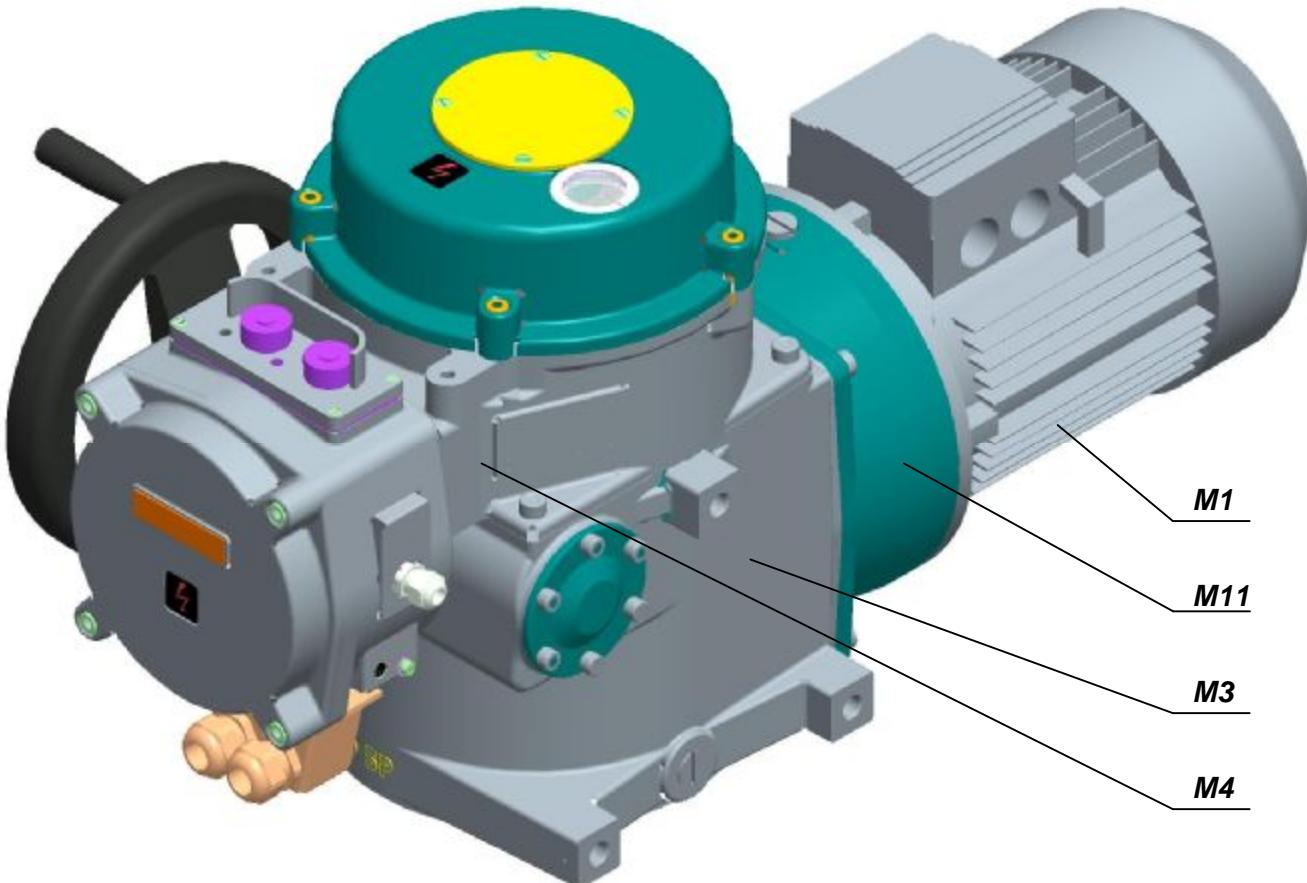
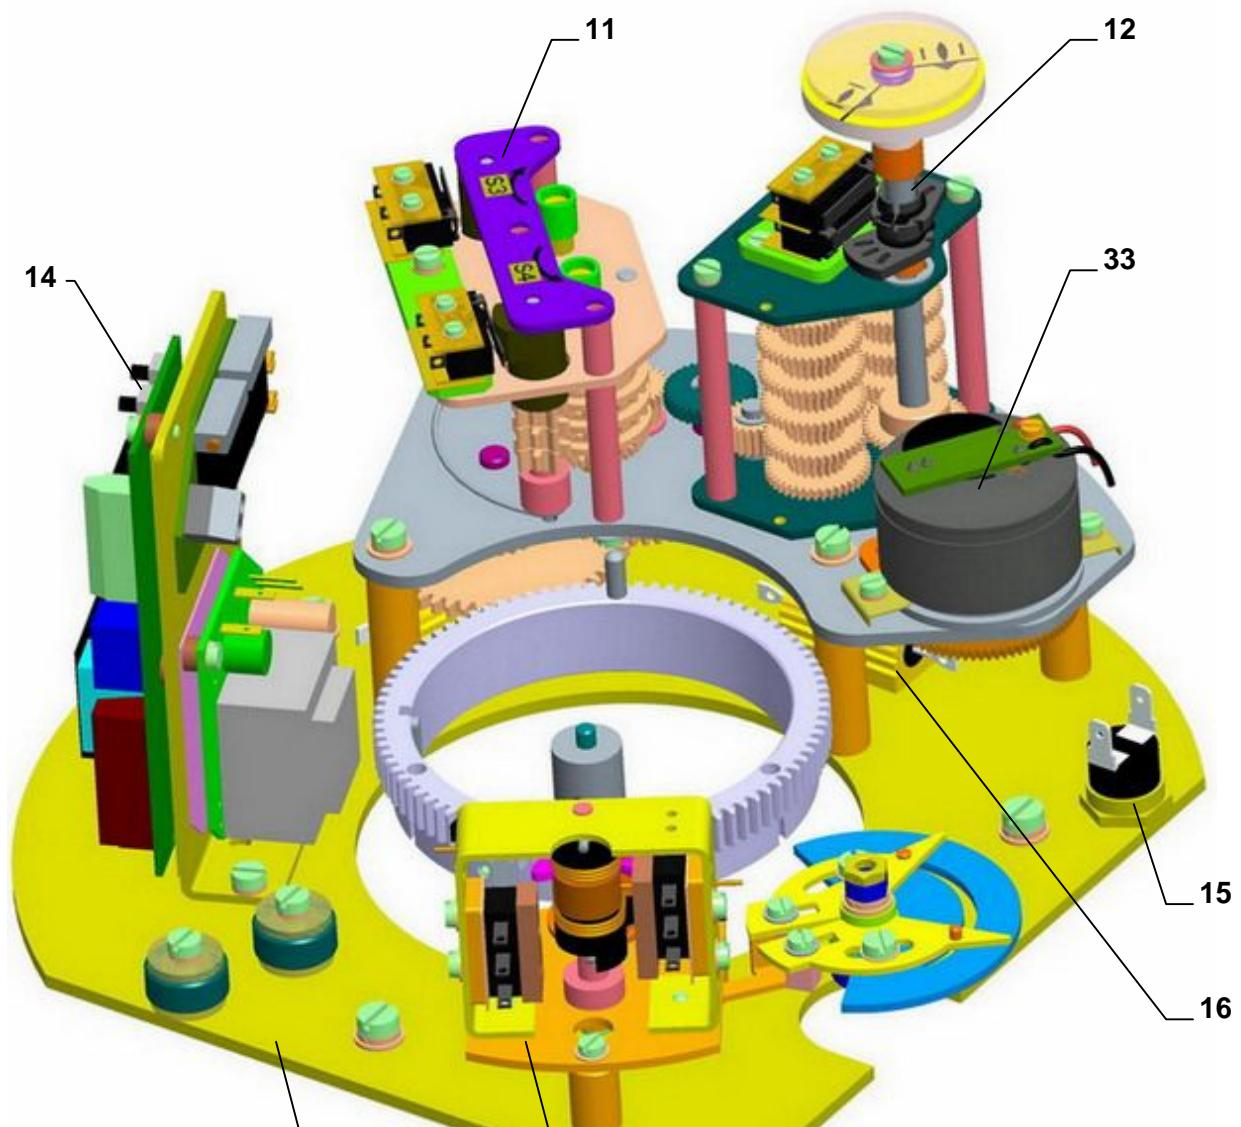

Рис. 1
Рис.3
Приборы МО имеют компактную конструкцию с некоторыми присоединенными модулями. Приборы состоят из двух своими функциями отличающимися главных частей (рис.1):
Система размещена в корпусе (22). Приводы размещены центрально на выходном вале (24) и представляют собой самостоятельную монтажную единицу. Шестерня электродвигателя переносит крутящий момент на коническое зубчатое колесо (34), которое вместе с сателлитами (35) и жестким корончатым колесом - венцом (32), с внутренним зацеплением, создает планетарный редуктор. Поводок планетарного редуктора обеспечивает передачу крутящего момента на выходной вал (24). В верхней части размещен шнек (23) для снимания момента и ручного управления, которое применяется для перестановки управляемого устройства при отключении электрического тока. Перестановка осуществляется при помощи колеса ручного управления (25). Шнек подпрессорен, и сила, вызванная крутящим моментом выходного вала, перемещает шнек в направлении оси против силы пружины. Перемещение шнека снимается вилкой с цапфой через валик (29), выходящий в коробку управления. Перемещение шнека пропорционально моменту. Вилка западает в контурную дорожку, что делает возможным вращательное движение колеса ручного управления, то есть ручное управление в любом эксплуатационном режиме. На задней стенке корпуса (22) напротив колеса ручного управления находятся три набалдашника с винтовыми ответстиями, которые позволяют прикрепить прибор на стену или на вспомогательную конструкцию (рис.1).
Модуль М4 – коробка управления (Рис. 1), помещен в верхней части прибора и создает самостоятельное функциональное целое. Верхнюю часть образует кожух коробки управления. Нижняя часть коробки управления заключает шкаф силовой передачи и создает несущую часть передачи для управляющей платы (46) (Рис.3), которая содержит :
- блок положения (11)
- блок сигнализации с передачным звеном (12)
- блок моментного выключения (9)
- блок датчика (33) (для спецификации прибора)
- нагревательное сопротивление (16) с термическим выключателем (15)
- регулятор положения (только для прибора МО 5 с регулятором) (14)
- реверсивные контакторы (13) (для спецификации прибора) расположенные в коробке управления (рис.3а),
- электрическое включение через клеммные колодки (58), расположенные в коробке управления (рис.3а), и кабельных концевых втулок (7) (рис.3а), или коннектора с кабельными концевыми втулками
- модуль местного электрического управления (Рис.10) (для спецификации прибора) (рис.3а) соединен с доской управления и помещен на шкафе управления.
Прибор оснащен нагревательным сопротивлением (16) с встроенным термическим выключателем (15) (рис.3) с полной мощностью сса 2х25 W . Служит для предотвращения конденсации водяного пара и безошибочной функции встроенных электрических управляющих частей прибора, в случае низких рабочих температур.
Электрическое присоединение исполняется для спецификации через клеммную колодку (58) (рис.3а) или коннектор.
Рис.3а